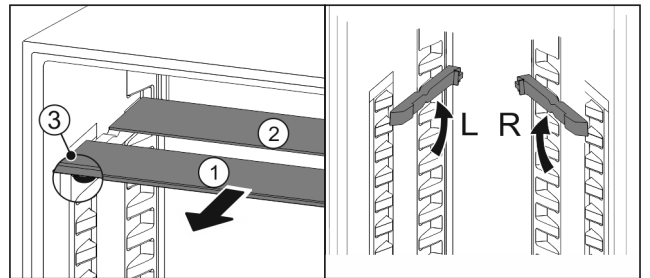

Fig. 145
- ▶ Glasplatten einzeln nach vorne herausziehen Fig. 145 (1).
- ▶ Glasplatte Fig. 145 (1) mit Zierleiste liegt vorne.
- ▶ Stopps Fig. 145 (3) zeigen nach unten.